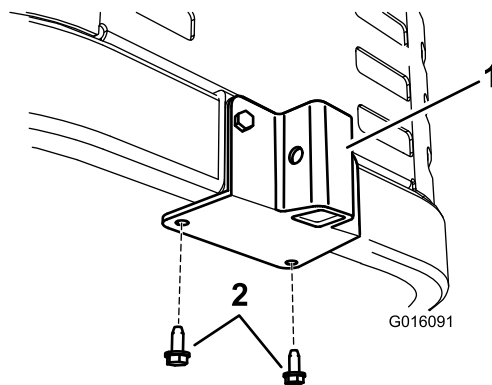

Figure 2
4. Fixez le support au bas du cadre de la machine, par dessous, avec 2 vis autotaraudeuses (5/16 x 3/4"), comme illustré à la Figure 2.